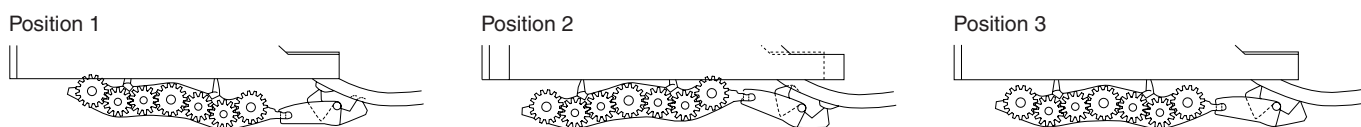

Fig. 6
- ① Schublade 3 kann ein- und ausgefahren werden zum Einlegen einer CD (Steuerhebel 3 in Position 1, Fig. 6).
- ② Schublade 3 kann in Stellung SET-UP gebracht werden zum Abspielen einer CD (Steuerhebel 3 in Position 2, Fig. 6).
- ③ Es wird versucht eine CD in Schublade 3 zu lesen (alle Steuerhebel in Position 3, Fig. 6).
- ① Tray 3 can be ejected and closed to insert a CD (tray lever 3 is in position 1, Fig. 6).
- ② Tray 3 can be moved in position SET-UP to play a CD (tray lever 3 is in position 2, Fig. 6).
- ③ Drive tries to read a CD in tray 3 (all tray levers are in position 3, Fig. 6).
- ④ Schublade 1 kann ein- und ausgefahren werden zum Einlegen einer CD (Steuerhebel 1 in Position 1, Fig. 6).
- ⑤ Schublade 2 kann ein- und ausgefahren werden zum Einlegen einer CD (Steuerhebel 2 in Position 1, Fig. 6).
- ⑥ Schublade 2 kann in Stellung SET-UP gebracht werden zum Abspielen einer CD (Steuerhebel 2 in Position 2, Fig. 6).
- ⑦ Es wird versucht eine CD in Schublade 2 zu lesen (alle Steuerhebel in Position 3, Fig. 6).
- ⑧ Schublade 3 kann ein- und ausgefahren werden zum Einlegen einer CD (Steuerhebel 3 in Position 1, Fig. 6).
- ⑨ Schublade 1 kann ein- und ausgefahren werden zum Einlegen einer CD (Steuerhebel 1 in Position 1, Fig. 6).
- ⑩ Schublade 1 kann in Stellung SET-UP gebracht werden zum Abspielen einer CD (Steuerhebel 1 in Position 2, Fig. 6).
- ⑪ Es wird versucht eine CD in Schublade 1 zu lesen (alle Steuerhebel in Position 3, Fig. 6).
- ⑫ Schublade 2 kann ein- und ausgefahren werden zum Einlegen einer CD (Steuerhebel 2 in Position 1, Fig. 6).
- ⑬ Schublade 3 kann ein- und ausgefahren werden zum Einlegen einer CD (Steuerhebel 3 in Position 1, Fig. 6).
- Die inaktiven Steuerhebel befinden sich immer in Position 3 (neutral, Fig. 6).
- ④ Tray 1 can be ejected and closed to insert a CD (tray lever 1 is in position 1, Fig. 6).
- ⑤ Tray 2 can be ejected and closed to insert a CD (tray lever 2 is in position 1, Fig. 6).
- ⑥ Tray 2 can be moved in position SET-UP to play a CD (tray lever 2 is in position 2, Fig. 6).
- ⑦ Drive tries to read a CD in tray 2 (all tray levers are in position 3, Fig. 6).
- ⑧ Tray 3 can be ejected and closed to insert a CD (tray lever 3 is in position 1, Fig. 6).
- ⑨ Tray 1 can be ejected and closed to insert a CD (tray lever 1 is in position 1, Fig. 6).
- ⑩ Tray 1 can be moved in position SET-UP to play a CD (tray lever 1 is in position 2, Fig. 6).
- ⑪ Drive tries to read a CD in tray 1 (all tray levers are in position 3, Fig. 6).
- ⑫ Tray 2 can be ejected and closed to insert a CD (tray lever 2 is in position 1, Fig. 6).
- ⑬ Tray 3 can be ejected and closed to insert a CD (tray lever 3 is in position 1, Fig. 6).
- The inactive tray levers are always in position 3 (neutral, Fig. 6).
The inactive tray levers are always in position 3 (neutral, Fig. 6).